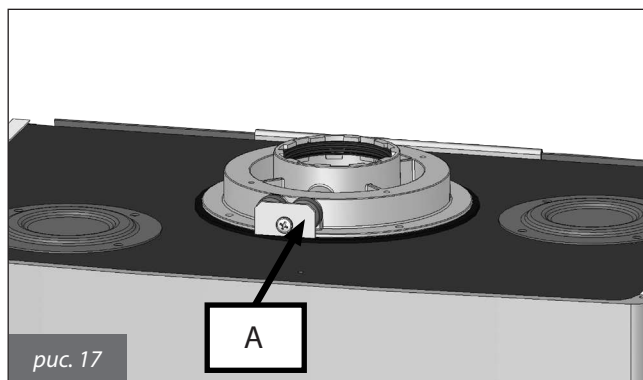
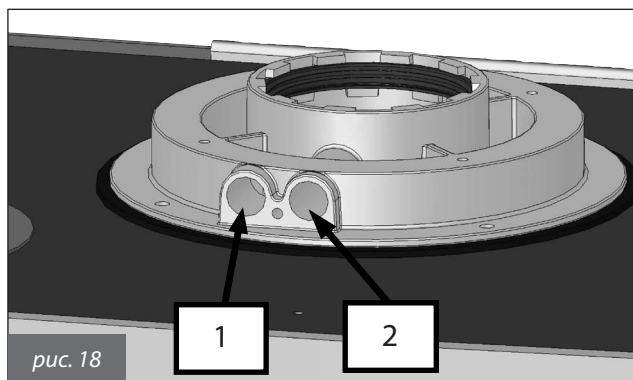

рис. 17
рис. 18
На котле установлен патрубок сообщения с каналами воздухозабора/дымоотвода (рис. 17, 18). На патрубке размещены два отверстия для забора проб воздушной смеси горения и дымовых газов (рис. 18).
Необходимо предварительно снять заглушку **A**, закрывающую доступ к точкам забора проб (рис. 17).
- замер температуры воздушной смеси горения через соответствующее отверстие 1 (рис. 18).
- замер температуры и содержания CO_2 в дымовых газах через соответствующее отверстие 2 (рис. 18).